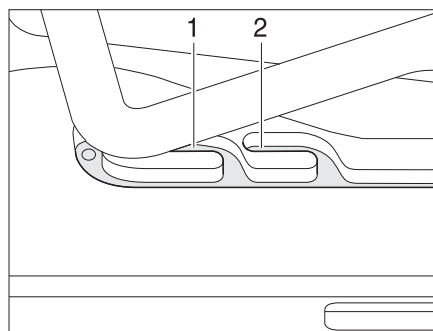
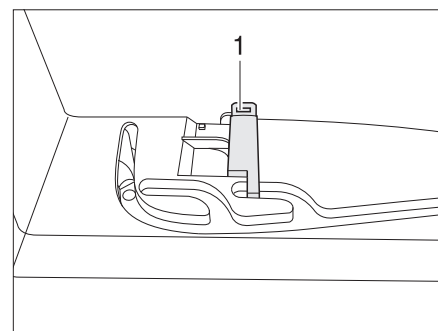

Fig. 71 Lanterneau Heki en position de ventilation
Fig. 72 Verrouillage position de ventilation
Il est possible d'amener le lanterneau Heki en deux positions de ventilation : Position pour mauvais temps (Fig. 71,1) et position intermédiaire (Fig. 71,2). Suivant le modèle, il est possible de verrouiller le lanterneau en position intermédiaire avec le verrou (Fig. 72,1).
- Pousser légèrement l'étrier vers le haut, le pousser dans la glissière choisie (Fig. 71,1 ou 2) et le verrouiller si nécessaire.